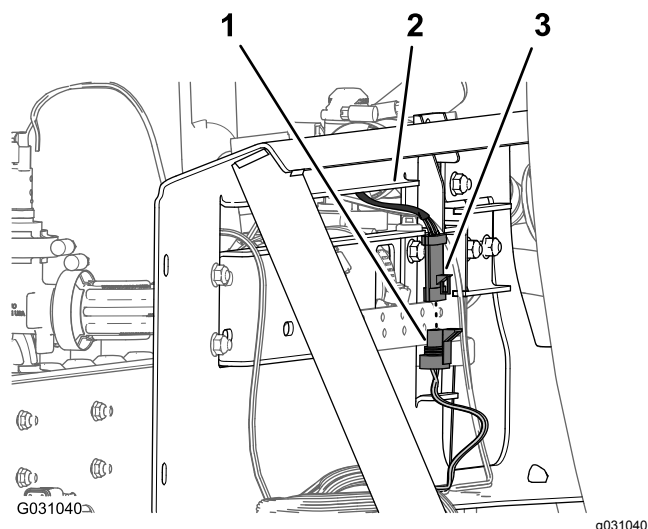

図 103
6. 攪拌バルブ用ハーネスの3ピンコネクタを、203cm の枝線の **Agitation Valve** というラベルの付いた3ソケットコネクタに接続する 図 103。